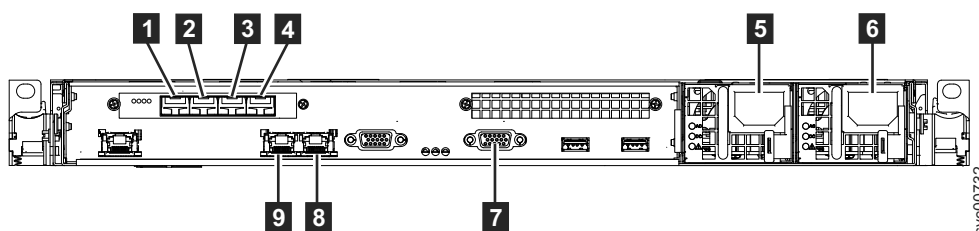

図 34. SAN ボリューム・コントローラ 2145-CG8 の背面にあるコネクタ
1. 図 34 を参照して、イーサネット・ケーブルをイーサネット・ポート 1 (9) およびイーサネット・ポート 2 (8) に接続します。